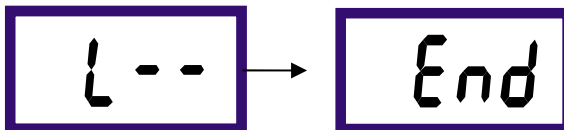

图 7-10
2、按 键或 键将数值调至控制所需的数值，然后按键确认，仪表显示低点控制调节结束。显示如图 7-10 所示：